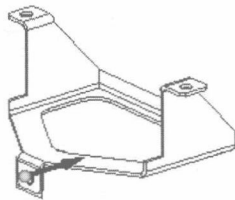

图 1.26 定义移除方向
(3) 定义法向除料特征属性。在“法向除料”工具条中单击“厚度剪切”按钮  和“贯通”按钮 ，并将移除方向调整至图 1.26 所示的方向。
(4) 单击  按钮，完成特征的创建。